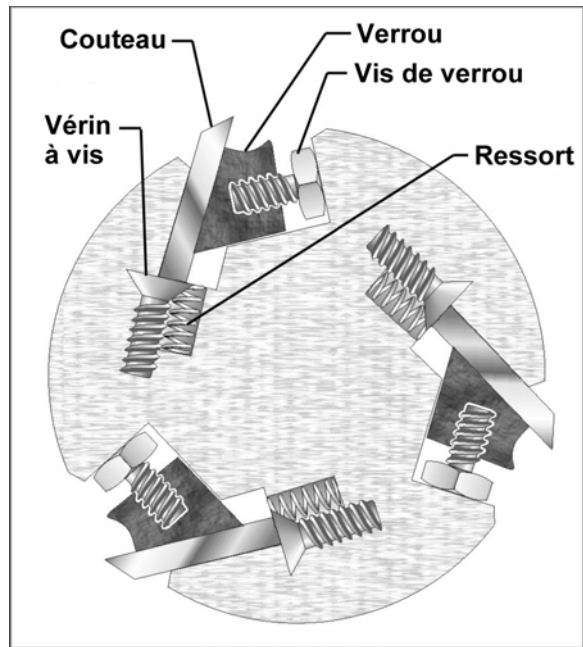

Figure 31 (tête de la découpeuse droite)
14. Desserrez légèrement les cinq vis de verrou (voir Figure 31) à l'aide d'une clé de 8 mm. (NOTE : Les ressorts situés sous le couteau vont amener le couteau à se soulever.)